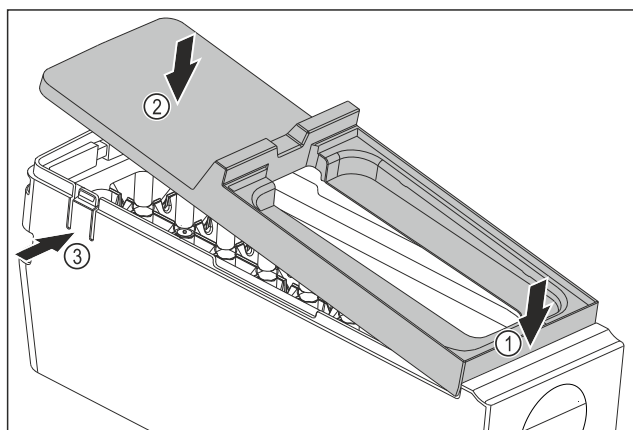

Fig. 81
- Montáž krytu korpusu EasyTwist-Ice: Kryt nasadíte vpredu. Fig. 81 (1)
- Kryt spustíte dozadu. Fig. 81 (2)
- ▷ Kryt počutelné zapadne od oboch strmeňov Fig. 81 (3).